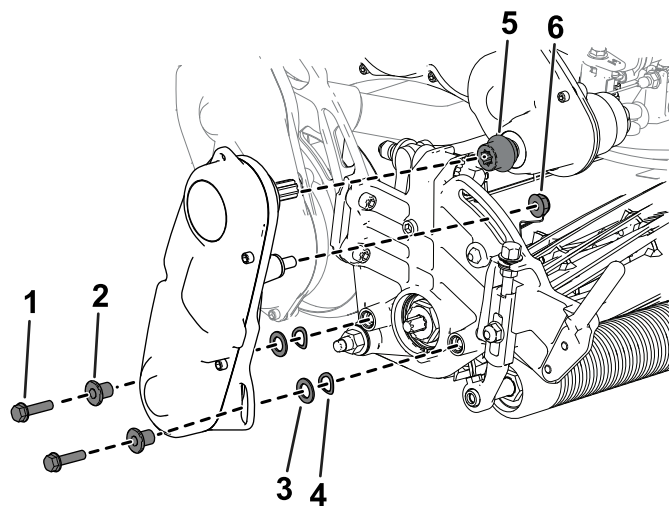

Рисунок 48
3. Снимите узел привода барабана с режущего блока (Рисунок 48) и сохраните крепежные детали.